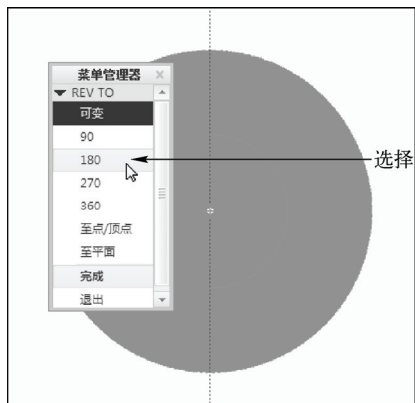

图 8-40 选择“180”选项
STEP 07 单击“关闭”面板中的“确定”按钮 ✓，完成截面绘制并退出草绘环境，弹出“REV TO”菜单管理器，选择“180”选项，如图 8-40 所示。